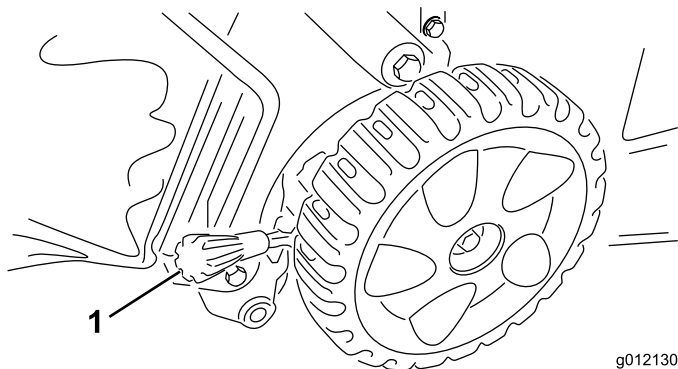

Figura 11
**Nota:** Per alzare la macchina, spostate in avanti entrambe le leve dell'altezza di taglio; per abbassare la macchina, spostate indietro entrambe le leve (Figura 11).